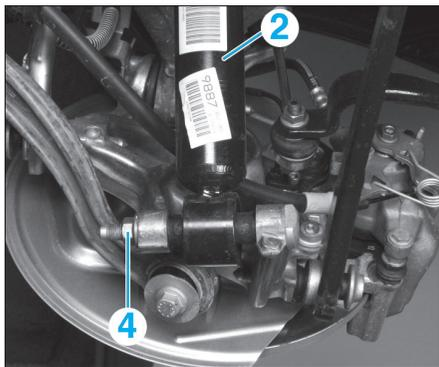

Fig. 42
- la fixation inférieure (4) (Fig.42).